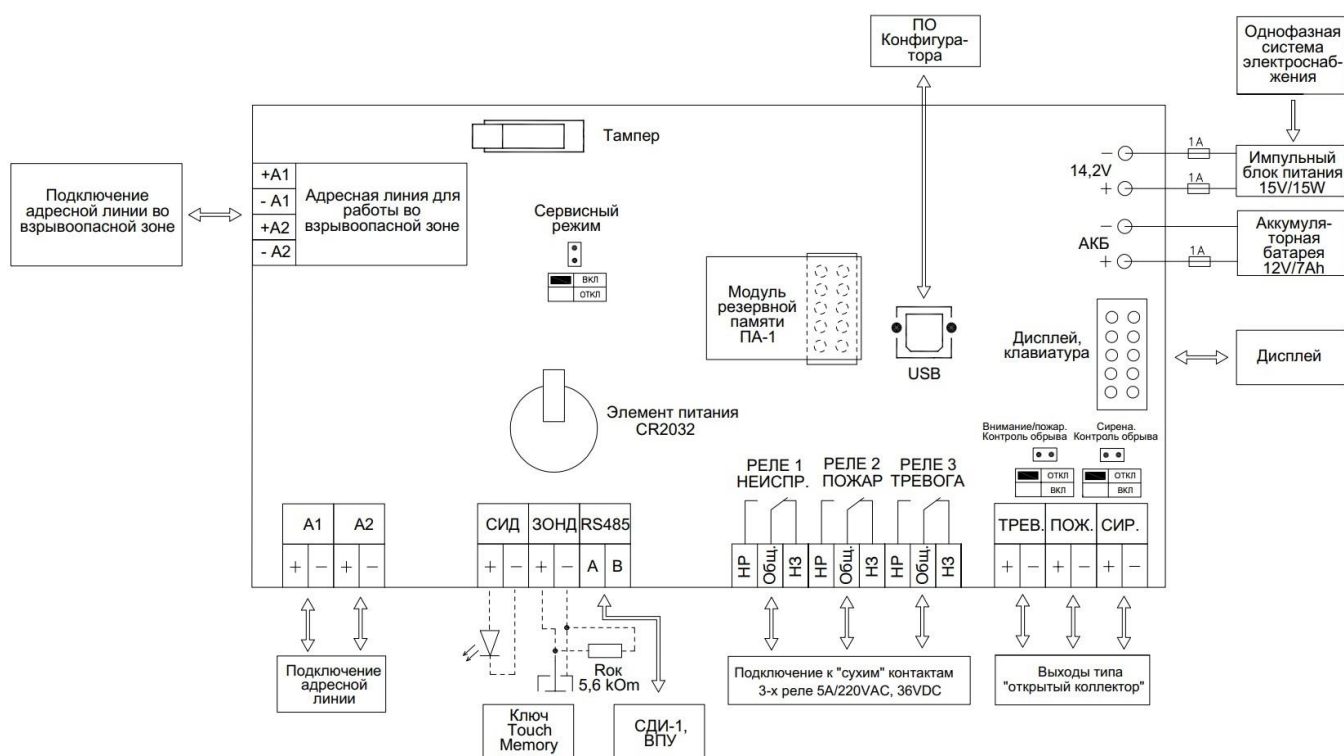

Рис. 3. Расположение клемм подключения на системной плате АПКП.
5.1.3. На блоке питания АПКП (рис.3) расположены клеммы питания $\approx 220\text{В}$ и заземления.
5.1.4. На системной плате (рис.3) расположены клеммы:
5.1.5. На системной плате рис.3 расположен также порт USB для подключения компьютера и разъем для установки дополнительной платы памяти.
5.1.7. На системной плате рис.3 расположены три переключки (три джампера):